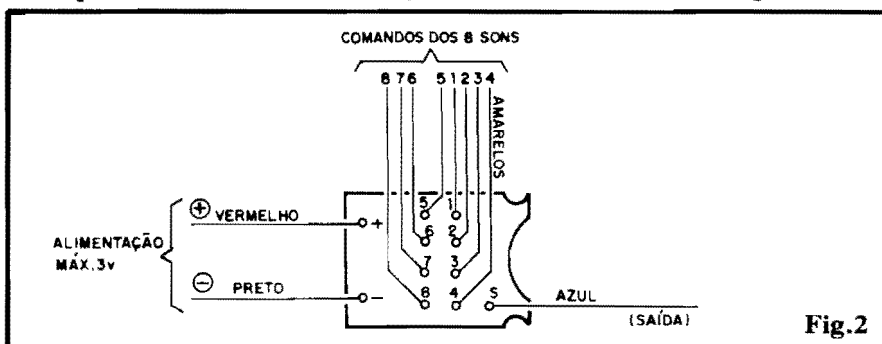

Fig.2
- FIG. 2 - VISUALIZAÇÃO DA PLACA/CHIP JÁ ADAPTADA - Com as informações da fig. A, mais o diagrama da fig. 2, o Leitor/Hobbysta tem todos os detalhes para a perfeita adaptação da plaquinha/chip. Vemos, agora, a dita cuja pelo lado não cobreado (contrário daquele mostrado em A2...). Recomendamos enfaticamente que sejam usados os códigos de cores recomendados (preto para o negativo da alimentação, vermelho para o positivo, azul para a Saída "S" e amarelo para os 8 comandos). Quem quiser, poderá adotar outras cores (dependendo dos cabinhos disponíveis no estoque do Leitor/Hobbysta), mas sempre individualizando e codificando com muita clareza e precisão cada uma das ligações, evitando assim problemas e inversões quando do "casamento" com a placa de "apoio"... Algumas informações complementares, e cuidados especiais: